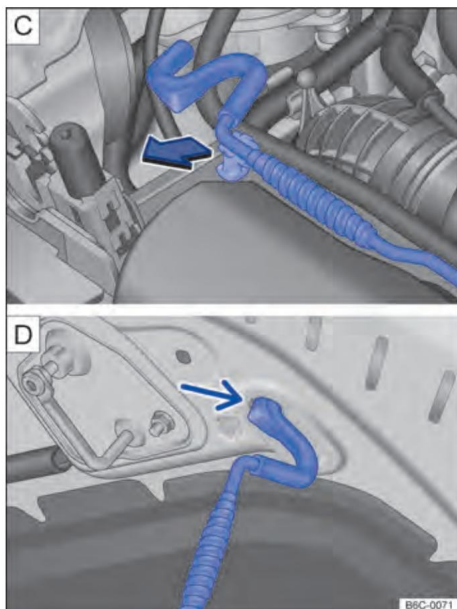

Figure. 155 Tige de support du couvercle du compartiment moteur. Couvercle du compartiment moteur reposant sur la tige de support.
- Retirer la tige de support du support dans le sens de la flèche → Fig. 155 et placez-le dans l'ouverture du couvercle du compartiment moteur → fig. 155 .
→ Fig. 155 et l'insérer dans le support de serrure
→ fig. 155 .